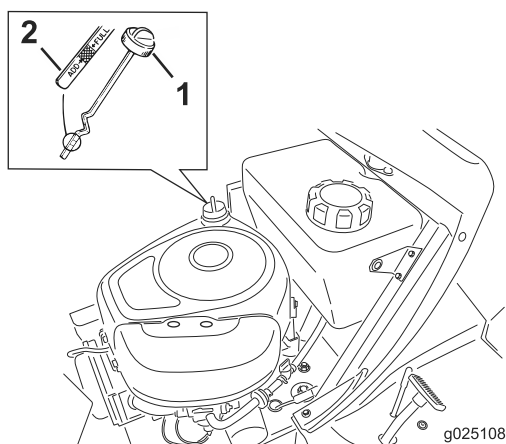

Figura 23
7. Pulite attorno all'asta di livello (Figura 23) in modo che la morchia non possa penetrare nel foro di rifornimento e danneggiare il motore.
8. Svitare l'asta di livello dell'olio e pulire l'estremità metallica (Figura 23).
9. Infilare a fondo l'asta di livello nel bocchettone di rifornimento (Figura 23).
11. Pulite la zona circostante l'asta di livello e svitate il tappo (Figura 23).
12. Versate lentamente nel tubo di rifornimento (Figura 23) l'80% circa dell'olio motore.